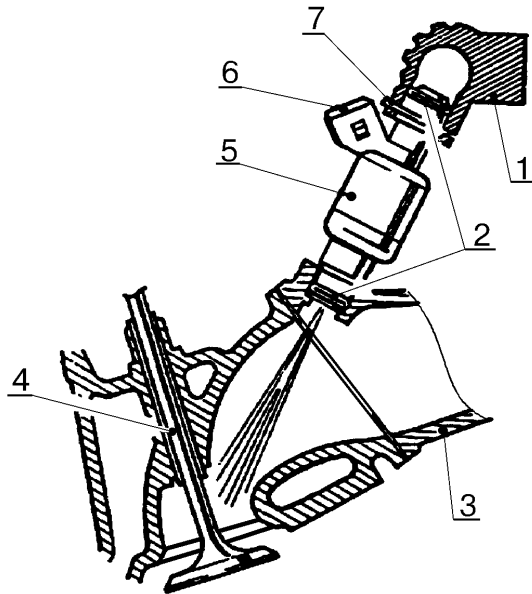

Рис.19 Установка топливной форсунки:
**Форсунка 5** (каждая из четырех), рис.19, установлена одним концом в рампе 1, другим в отверстии впускной трубы 3, герметичность соединений обеспечивается с помощью уплотнительных колец 2. Форсунки 5 закреплены на рампе 1 с помощью стопорных скоб 7.